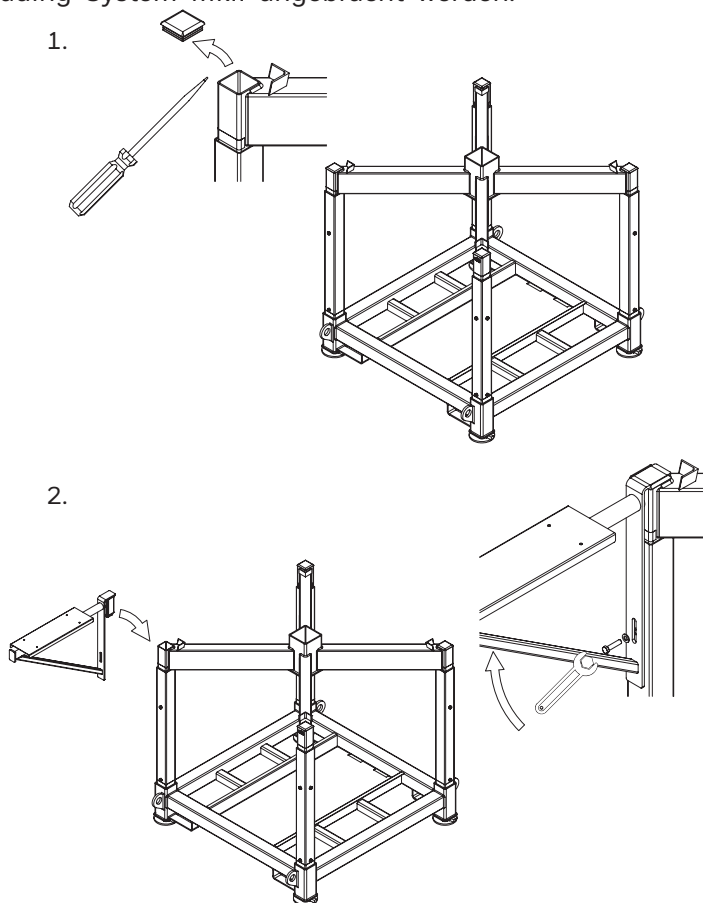

Abbildung 31. Montieren Sie die feste Halterung 8890 am 8800 Loading System MkII
13.1. Montieren Sie die feste Halterung 8890 in zwei einfachen Schritten am 8800 Loading System MkII, siehe Abbildung 31: